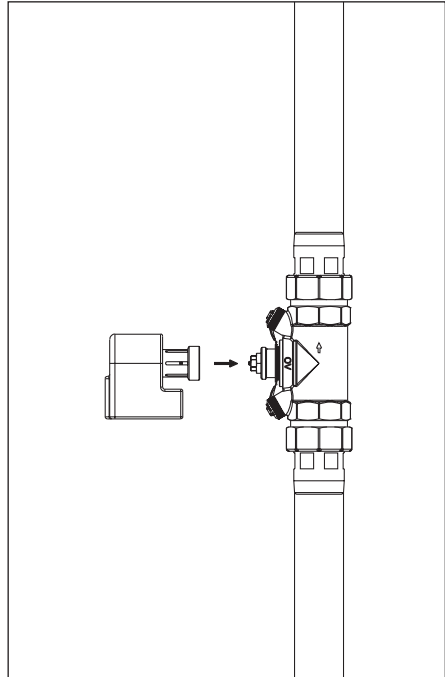

Abb. 6.1 Montage Stellantrieb
5. Montieren Sie den Stellantrieb. (Abb. 6.1)